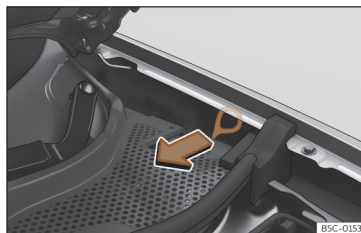

Fig. 59 Entre l'aileron gauche et la charnière du capot du moteur : Poignée de déverrouillage manuel d'urgence du connecteur de charge.
La poignée de déverrouillage manuel d'urgence est située sur le côté gauche du compartiment moteur, au-dessus de la prise de charge >>> **fig. 59**.
- Tirez sur la poignée >>> **fig. 59**.